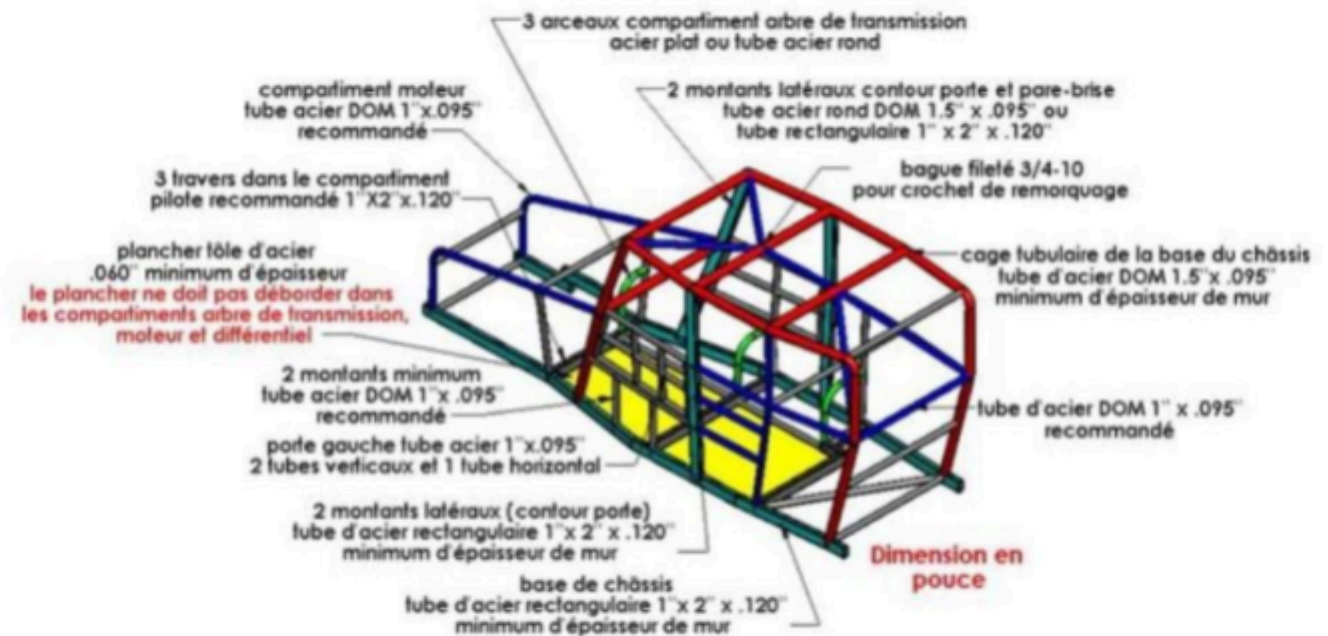

Figure 1 Châssis sedan
20.1. Châssis sedan / FIGURE 1